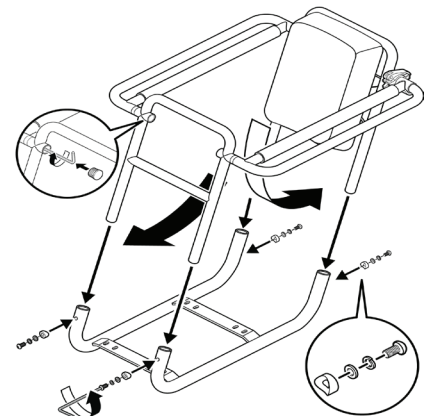

Figure 1 Assemblez le Caboose.
- a. Dépliez les pieds du Caboose et placez-les au-dessus de la base pour l'assemblage (voir la figure 1).